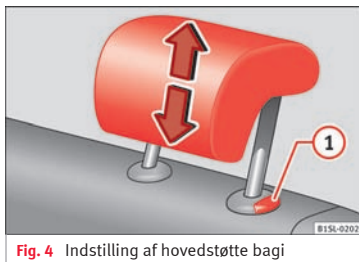

Fig. 4 Indstilling af hovedstøtte bagi
- Skub hovedstøtten opad eller nedad i pilens retning, mens du trykker på knappen » Fig. 4 1 » ⚠.